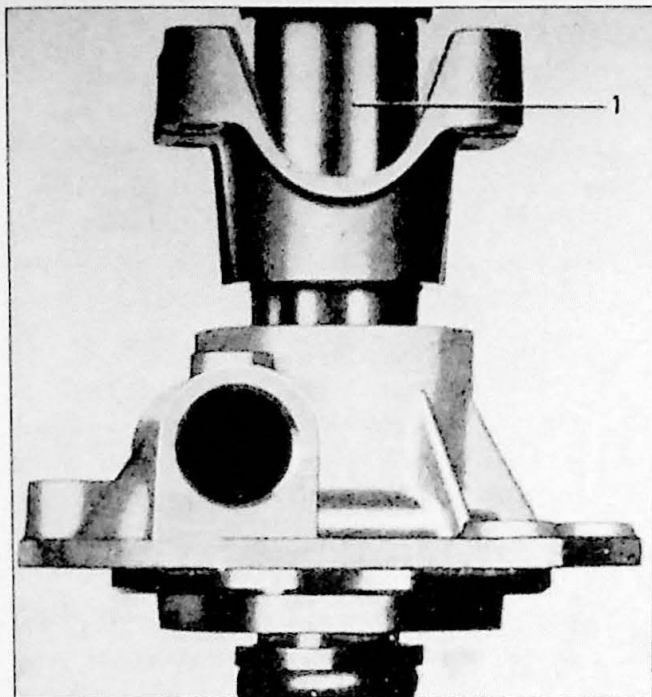

Fig. 6.14. Montage van het achterdeksel, M30. 1. huls
- 4a. Versnellingsbak zonder overdrive: Plaats het achterdeksel op de as. Let erop dat het snelheidsmetertandwiel op de juiste manier komt te zitten. Zet de volger erop. Gebruik een huls die past in de uitsparingen in de volger en pers het deksel en de volger er op (Fig. 6.14). Monteer ring en moer voor de volger. Gebruik SVO 2854 als weerstand voor de volger en draai de moer aan.